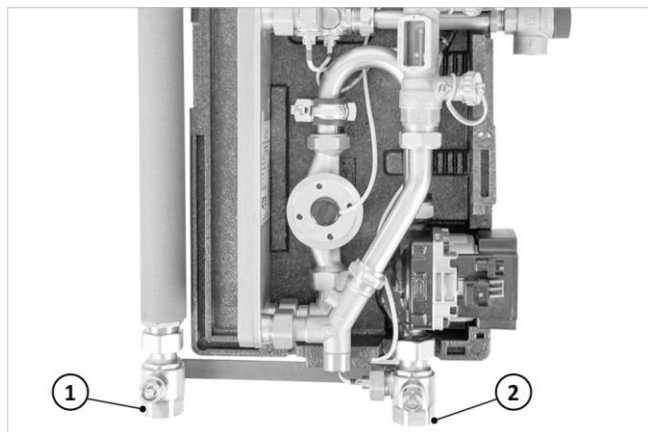

Fig. 9: Conexión de SolvisBen a la estación de transferencia de calor solar
5. Monte la pieza en T (2) entre el tubo ondulado (3) del retorno solar y el grupo de conexión del depósito de expansión (1).
6. Conecte la salida libre de la pieza en T (2) con el grifo esférico de retorno (→ fig. 9, 2) de la estación de transferencia de calor solar.